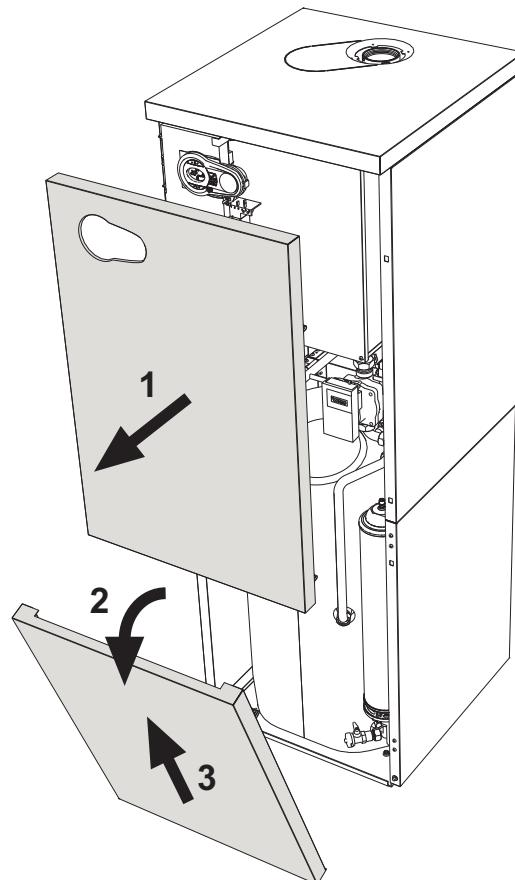

fig. 24 - Apertura pannello frontale
- Rimuovere il pannello frontale (vedi fig. 24).
Per aprire il mantello della caldaia tirare a sé il pannello e sganciarlo (vedi fig. 24).